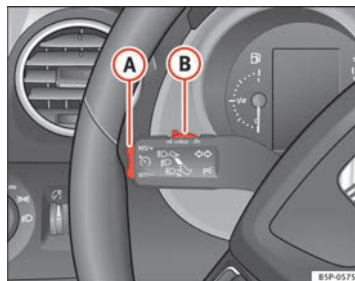

Abb. 150 Blinker- und Fernlichthebel: Schalter und Wippe für die Geschwindigkeitsregelanlage
- Schieben Sie den Schalter → Abb. 150 **(A)** nach links auf **ON**.